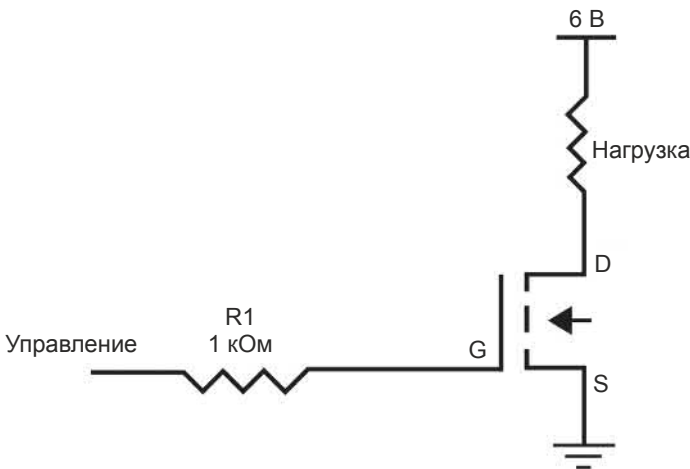

Рис. 5.6. Схема включения МОП-транзистора
МОП-транзисторы при работе с Arduino или Raspberry Pi весьма целесообразно применять для включения/отключения устройств схемы, поскольку в таком случае можно обойтись минимальным током. Нужно просто убедиться, что напряжение на затворе транзистора выше его порогового значения. Пороговым значением затвора является такое, при котором МОП-транзистор включается, пропуская ток от стока к истоку. На рис. 5.6 показано, как подключить МОП-транзистор для управления нагрузкой. Как можно видеть, на самом деле подключение точно такое же, что и в случае биполярного транзистора.
В схеме, показанной на рис. 5.6, используются два символа, с которыми мы ранее не сталкивались. От истока транзистора (S) отходит линия, несущая три параллельные линии, которые постепенно укорачиваются. Это символ заземления — применяя его на схеме, мы избавляемся от лишних соединительных линий.
Возможно, после рассмотрения рис. 5.6 у вас возникнет вопрос — а зачем нам по-прежнему нужен резистор R1, ведь затвор не принимает никакого тока? Дело в том, что иметь этот резистор все равно целесообразно, ведь стоит нам увеличить напряжение на затворе — и на долю секунды возникнет молниеносный бросок тока. Резистор гарантирует, что такой бросок не сожжет контакт GPIO.